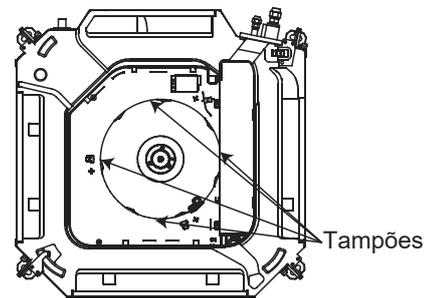

Figura 3.9
- Antes de instalar a unidade terminal, verifique se você removeu os tampões usados para transporte entre o ventilador e o soquete do tubo (consulte a Figura 3.9). Se você fizer a unidade funcionar sem remover os tampões, poderá danificar o motor do ventilador.